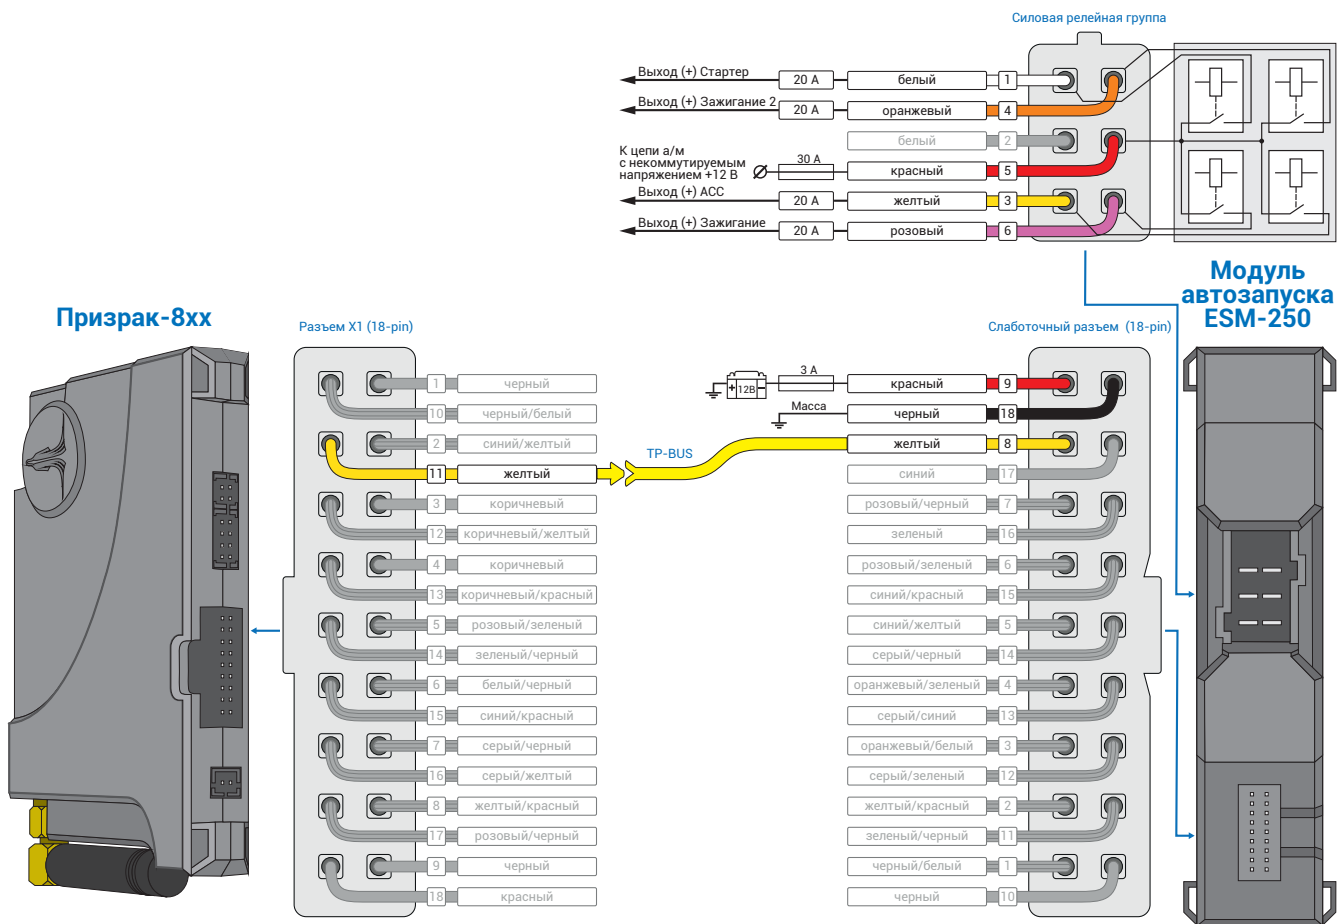
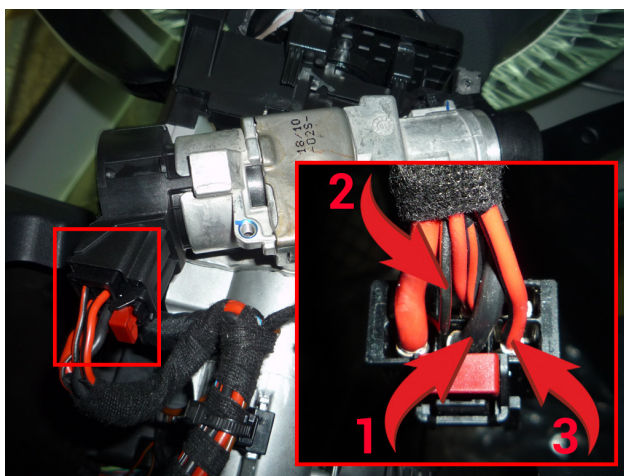

Рис.3 Подключение модуля автозапуска ESM-250
Рис.4 Место подключения к цепям запуска двигателя
2. Подключите модуль автозапуска ESM-250 – выводы модуля, которые требуется подключить выделены на рис. 3. Подключение к автомобилю производится у замка зажигания (см. рис. 4).